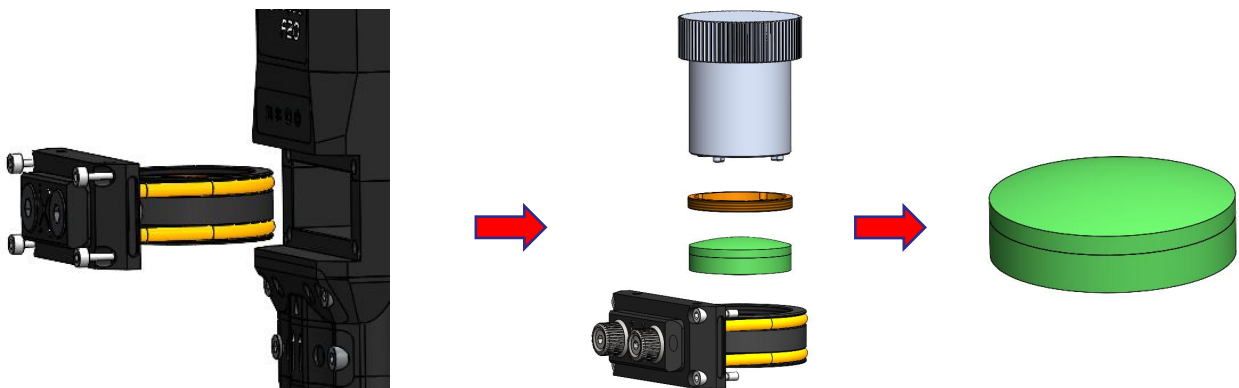

图5.3
① 如下图5.3所示，松掉 4 颗 M3×12的防脱落螺钉，将聚焦镜抽屉取出，然后借助辅助扳手将聚焦镜取出。